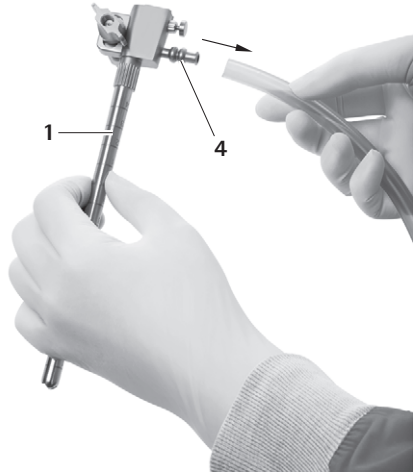

Fig. 12
- ▶ Retirar o tubo da conexão de lavagem 4, ver Fig. 12.